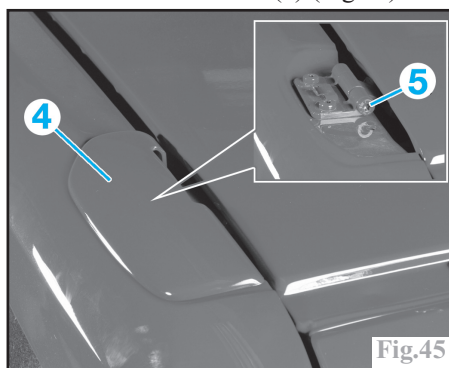

Fig.45
Rabattre le hayon sans le fermer et déposer les cache-charnières (4) (Fig.45).